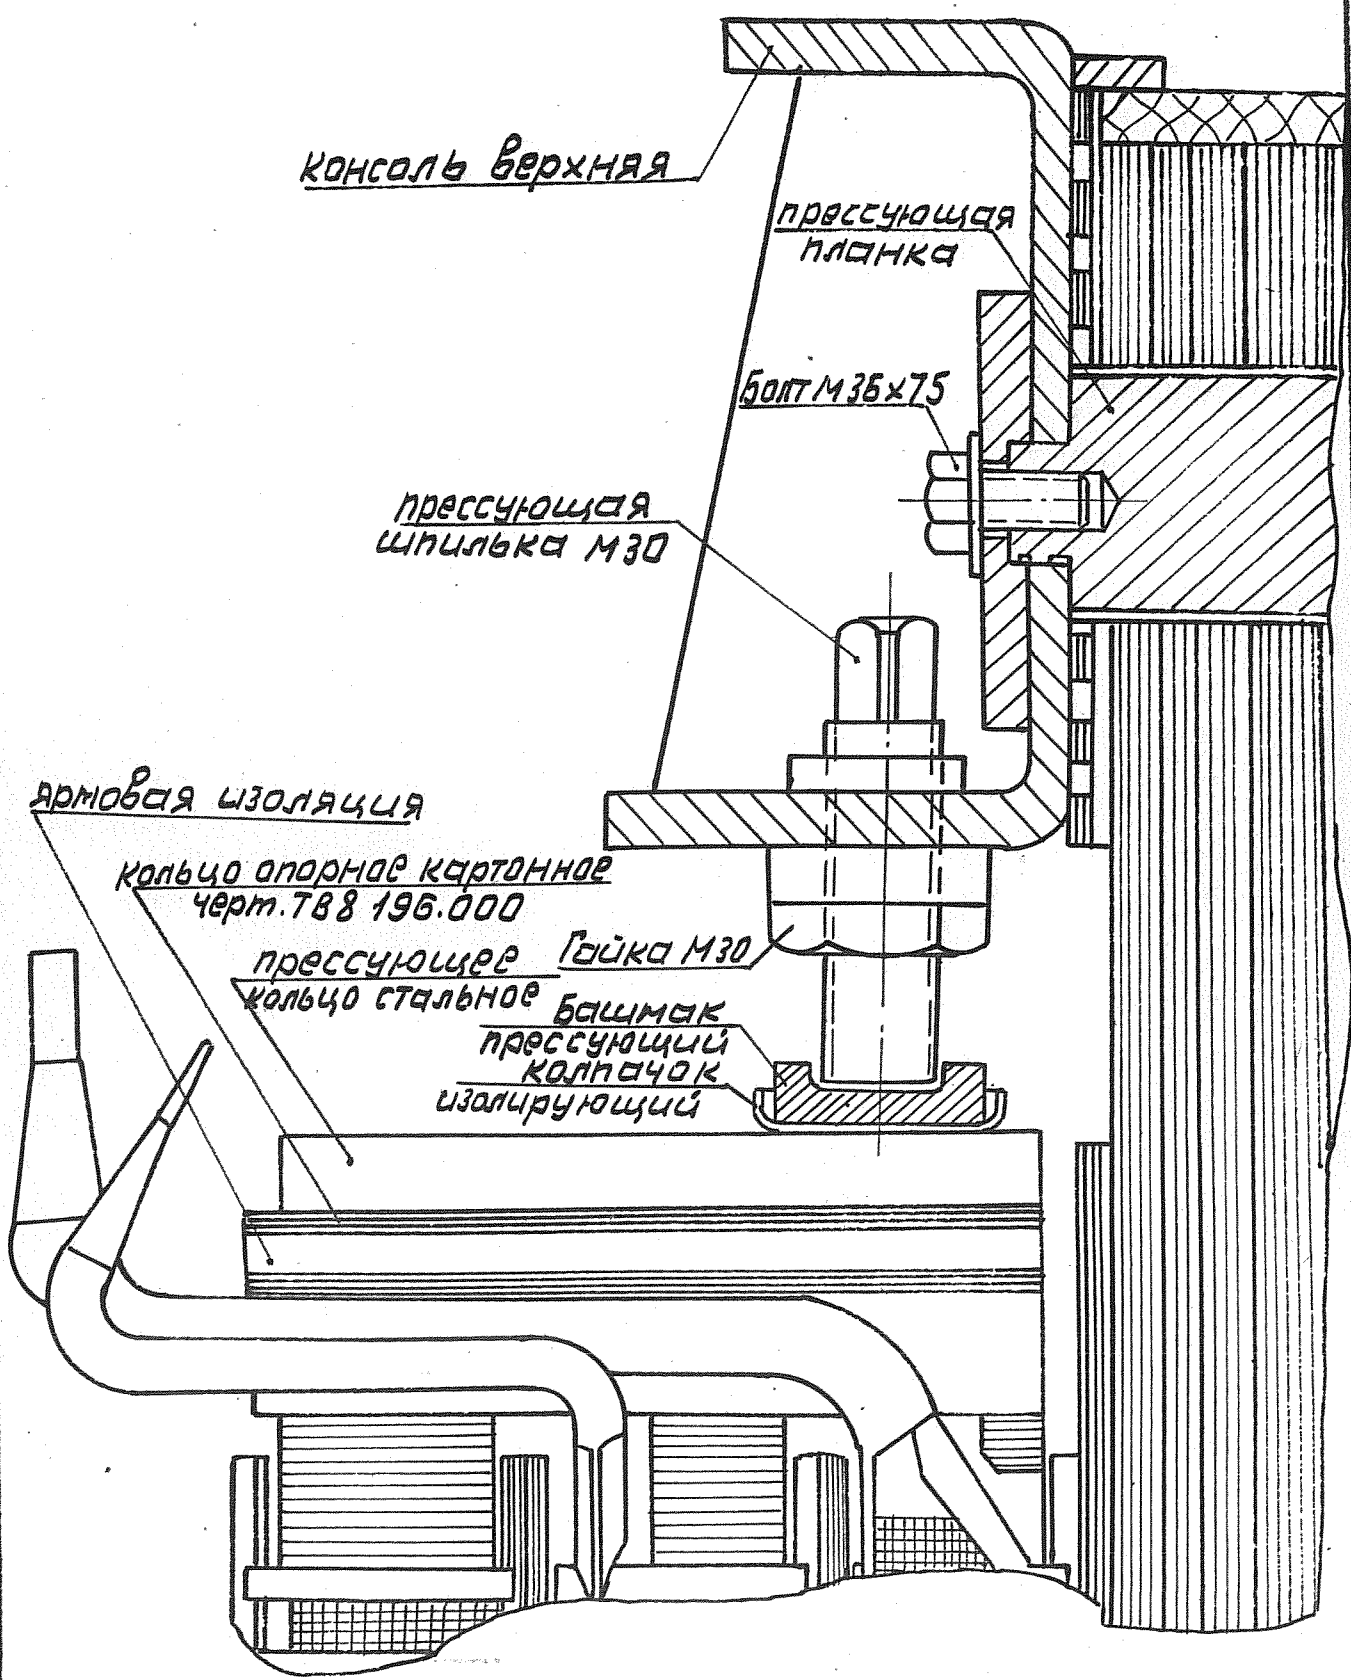

Рис. 4.3. Прессовка обмоток трансформатора ОЦР.5000/25В
- в трансформаторе ОЦР-5000/25В (рис.4.3) ослабить натяжку нажимных шпилек в верхних консолях магнитопровода, снять прессующие башмаки вместе с изолирующими их электрокартонными колпачками;